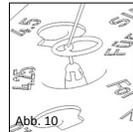

Abb. 10
■ **Abb. 10** Sollten es die anatomischen Gegebenheiten am Steigbügel verlangen, die Glocke der Partialprothese aufzubiegen, so ist dies mittels des Konus einfach möglich. Hierfür wird die aufgesetzte Partial-Prothese mit einer Nadel oder einem anderen mikrochirurgischen Instrument vorsichtig gegen den Konus gedrückt. Unter mikroskopischer Beobachtung kann die Glocke entsprechend aufgeweitet werden.